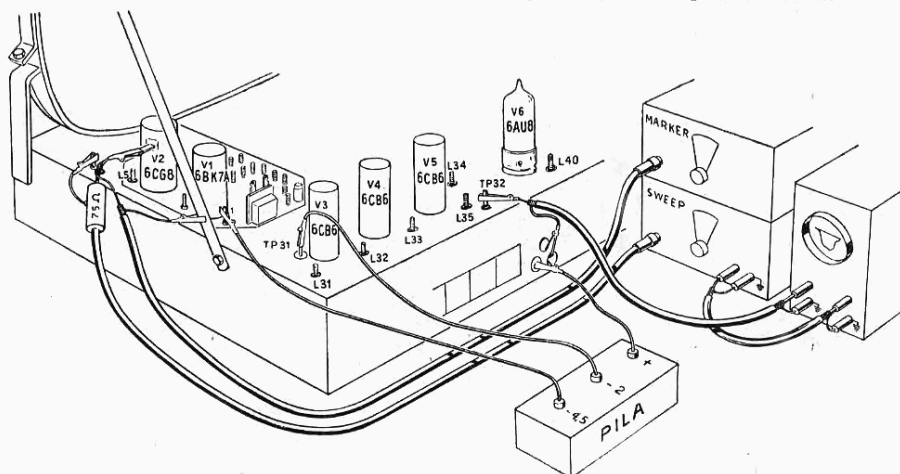
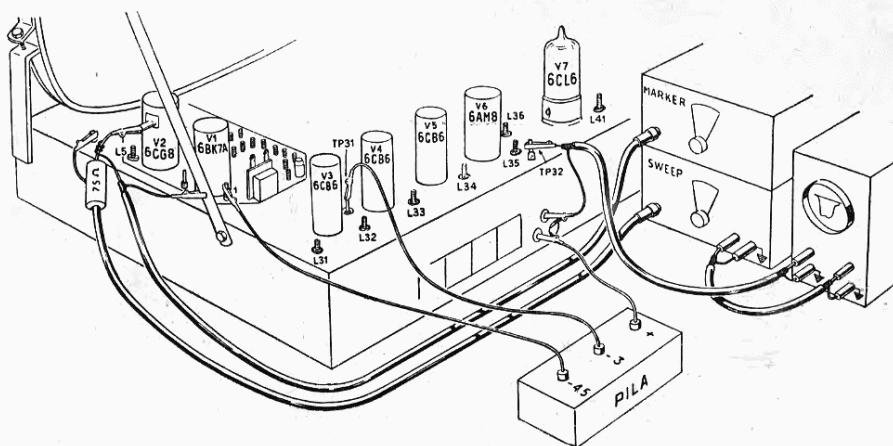

Fig. 35 - Schema della disposizione degli strumenti per l'allineamento della FI nei televisori GTV 1006 e GTV 1018 (sezione α FI Cat. N. 7832).
Fig. 37 - Schema della disposizione degli strumenti per l'allineamento della FI nei televisori GTV 1016 e GTV 1042 (sezione a FI Cat. N. 7833).
Gli strumenti dovranno essere disposti e collegati come indica la fig. 35 per i televisori GTV 1006 e GTV 1018, e la fig. 37 per i televisori GTV 1016 e GTV 1042.
- 1) La disposizione degli strumenti e dei collegamenti dovrà risultare come indica la fig. 37;